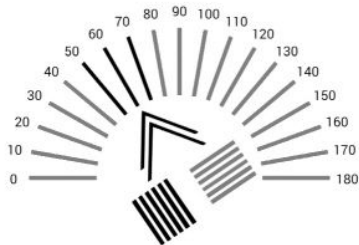

Рис. 13
- Знак стрелки будет регулироваться до тех пор, пока изображение не станет четким (См. Рис. 13)